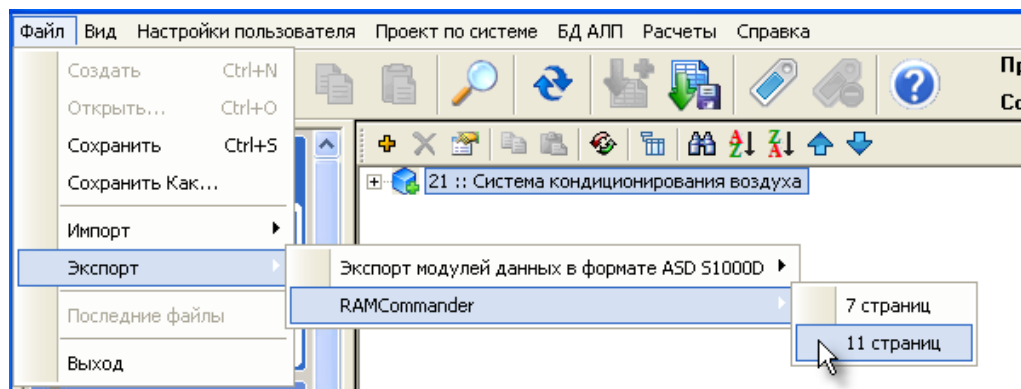

Рис. 16-1
- В главном меню выберите пункт **Файл** → **Экспорт** → **RAMCommander** → **11 страниц** (или **7 страниц** – для старой версии RAM Commander) – см. рис. 16-1: